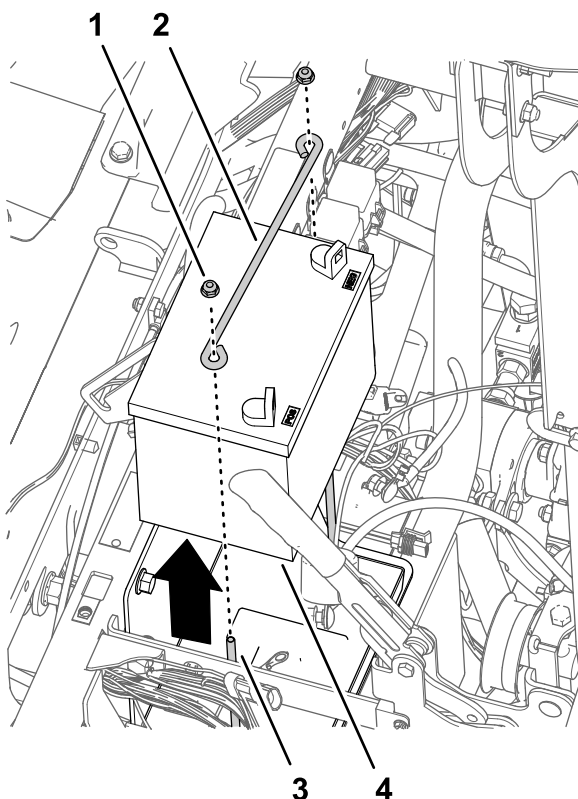

Figure 171
4. Reposez sur le volant le couvre-moyeu que vous avez retiré à l'opération 2 de Dépose du volant (page 78) (Figure 171).
1. Retirez les 2 contre-écrous à embase et la tige de maintien des 2 boulons en J qui fixent le la batterie à son support sur la machine (Figure 171).
2. Retirez la batterie de la machine (Figure 171).